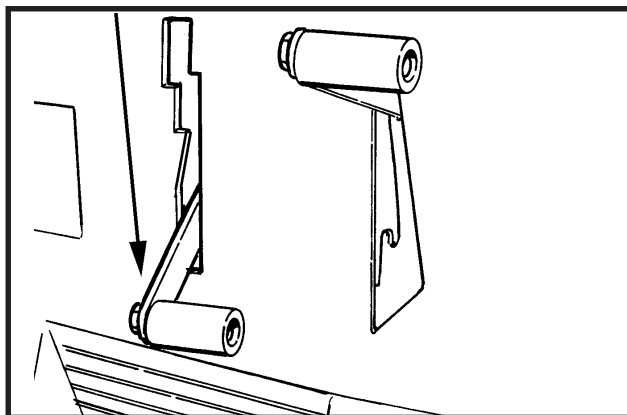

Abb. 16
1. Zum Senken der Saugleiste und Starten des Vakuummotors bewegen Sie den Saugleistenhebel nach rechts und nach unten. Siehe Abb.16.